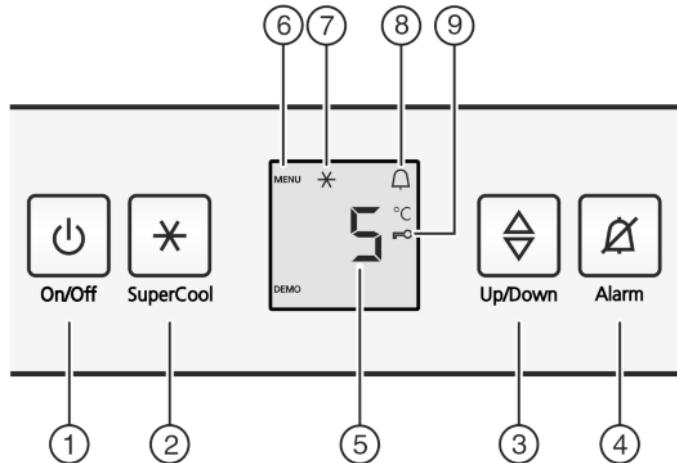

Fig. 2
- Нажмите кнопку On/Off Fig. 2 (1).
- Нажмите кнопку «SuperCool» Fig. 2 (2) и удерживайте ее прим. 5 секунд.
- На индикаторе будет отображаться символ «Меню» Fig. 2 (6).
- Для подтверждения нажать и отпустить кнопку «SuperCool» Fig. 2 (2).
- На индикаторе горит символ «Защита от детей» Fig. 2 (9).
- Нажать и отпустить кнопку «On/Off» Fig. 2 (1).
- Нажмите кнопку Alarm Fig. 2 (4).
- Активация модуля регулировки температуры: нажмите кнопку настройки Fig. 2 (3).
- Температуру меняйте ступенями по 1 °C: нажимайте кнопку настройки Fig. 2 (3) до тех пор, пока на индикаторе температуры не будет высвеченa требуемая температура.
- Коротко нажмите кнопку SuperCool Fig. 2 (2).
- На индикации горит символ SuperCool Fig. 2 (7).
- Символ SuperCool Fig. 2 (7) на индикации гаснет.